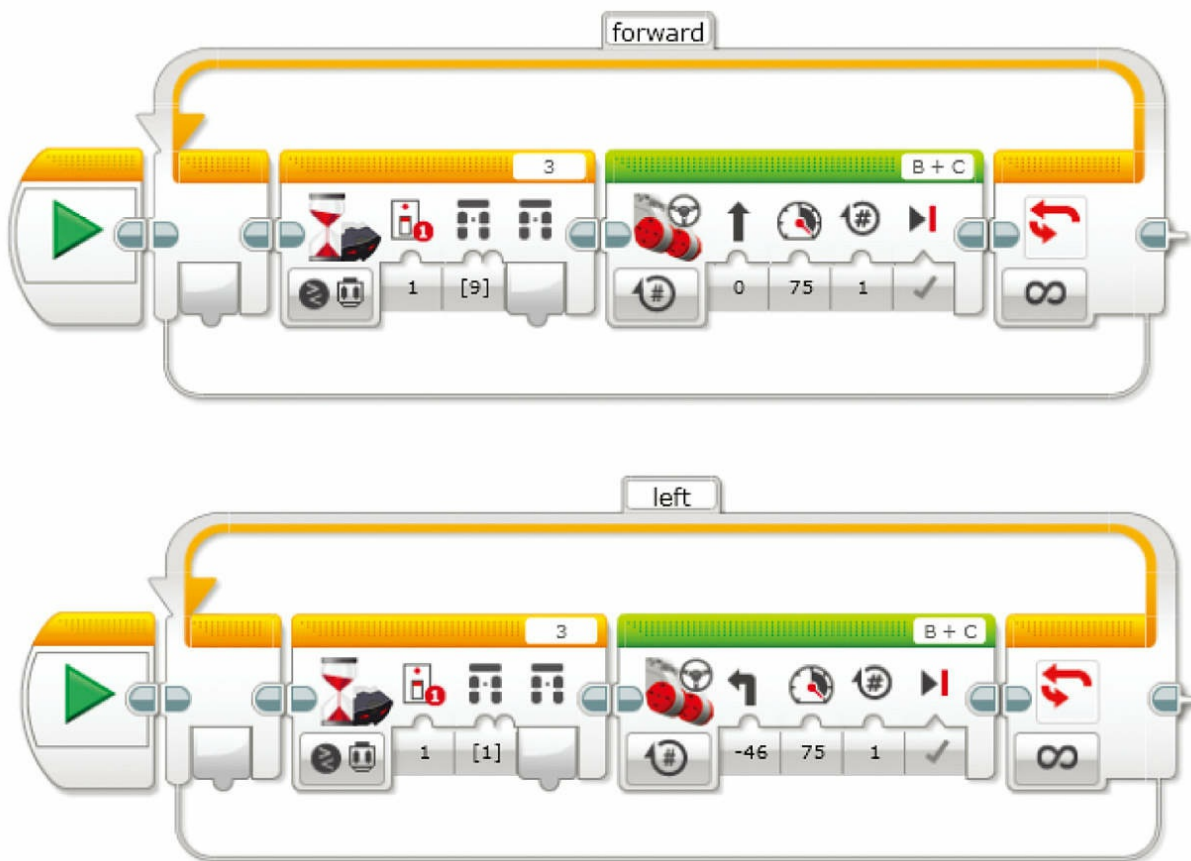

图9.28 两个带有不同等待模块的循环
9. 重复第一个程序模块的基本步骤，不过要给它命名为“left”（向左），然后修改等待模块和移动转向模块的转向值，让遥控器左上键被按下时机器人能够向左移动。当完成以上步骤之后，你应该能得到一个与图9.28相似的程序。